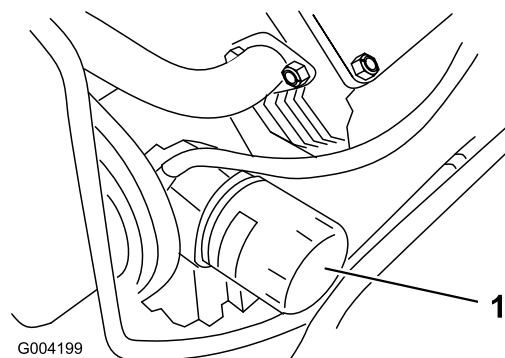

Figure 34
3. Enlevez le filtre à huile usagé (Figure 34) et essuyez la surface du joint de l'adaptateur.